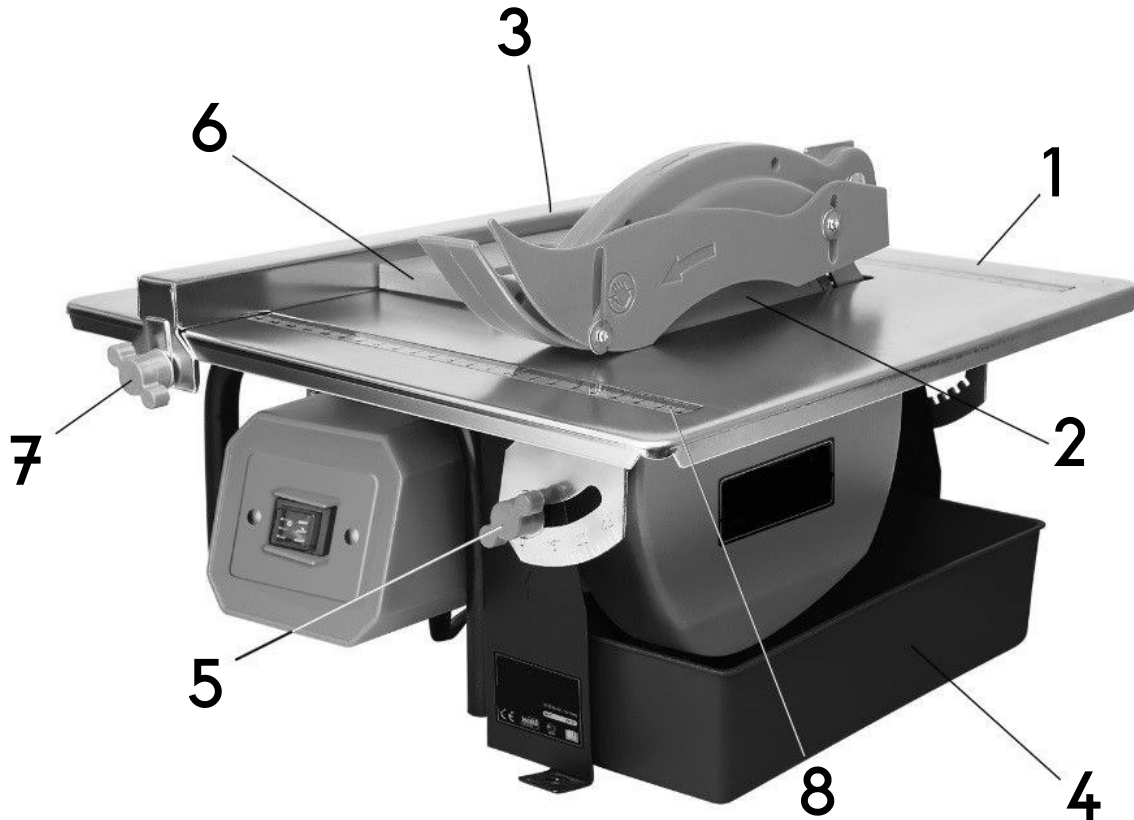

Abbildung 1
## Bedienung (Abb. 1)
## Parallelanschlag (Abb. 1)
## Gehungseinstellung (Abb. 1)
- Wasserbehälter (**4, Abb. 1**) herausnehmen.